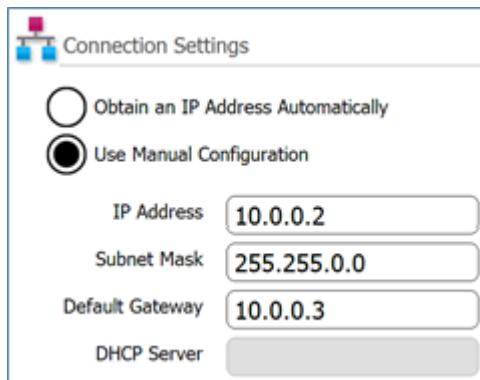

图 12 连接设置
- d 在“IP Address (IP 地址)”、“Subnet Mask (子网掩码)”和“Default Gateway (默认网关)”字段中, 输入图 12中所示的值。按 **OK (确定)**。